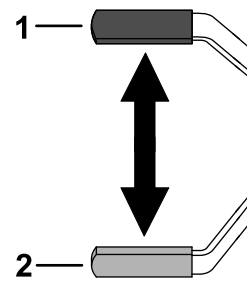

図 17
- ブレーキレバーを引き上げると駐車ブレーキがかかります 図 17。
- 駐車ブレーキを解除するには、レバーを引き下げます 図 17。